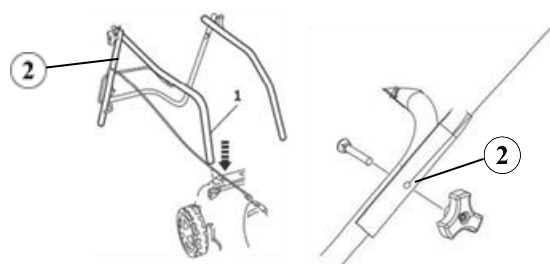

Fig. 2
1. Posizionare la barra inferiore del manico (Fig. 2 -1) in corrispondenza dei fori presenti sul carter del tosaerba (vedere la freccia) e fissarlo in posizione con le 2 viti e i 2 dadi inclusi.
2. Assemblare la barra superiore del manico (Fig. 2 -2) alla parte inferiore utilizzando le 2 viti lunghe e i 2 dadi a stella in dotazione (Fig.2-2).